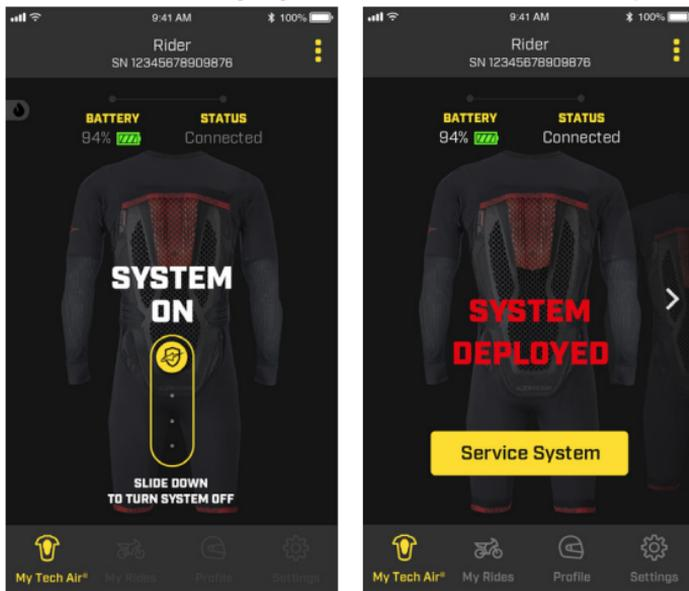

Рисунок 16
Во время езды режим "System On" активен, и по соображениям безопасности пользователь не может получить доступ к большинству функций приложения. Если необходимо отключить систему, например, при интенсивной езде по бездорожью, это можно сделать, используя ползунок в приложении (см. рисунок 16). Чтобы снова активировать систему, откройте и закройте пояс активации (4). В случае срабатывания система покажет соответствующий статус в приложении с надписью "SYSTEM DEPLOYED", как показано на рисунке 16.